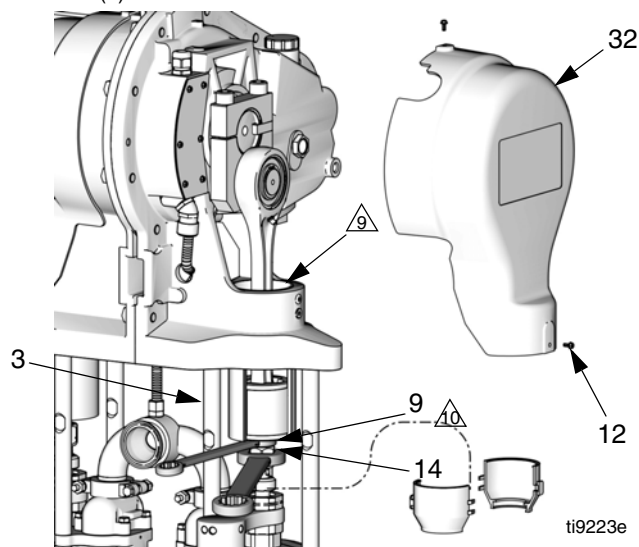

FIG. 14. Démontage de l'écrou d'accouplement
1. Faites tourner le moteur par à-coups pour amener la pompe située du côté en réparation vers le bas de sa course. Ceci permet l'accès à l'écrou d'accouplement (14).
4. Retirez les deux vis (12) et le capot. La FIG. 14 montre le capot (32) du côté opposé au moteur ; le capot latéral du moteur correspond à la référence (21).